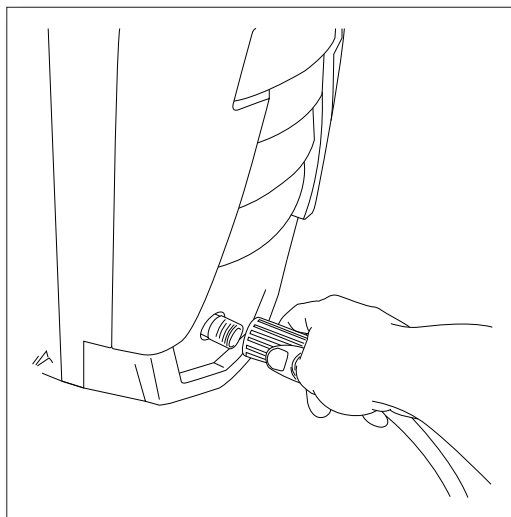

Fig. 4
- Vissez le tuyau à haute pression (dans le sens des aiguilles d'une montre) au bas, à l'arrière de l'unité. **(Fig. 4)** Reculez le collier et insérez l'anneau assez loin dans l'extrémité de la sortie d'eau pour que le collier puisse être enfilé sur le filetage de sortie et être serré. N'utilisez pas de pince pour serrer. Si vous ne pouvez pas tourner plus de six tours, cela signifie que vous n'avez pas bien serré le raccord du tuyau à haute pression. Il est plus facile de positionner la laveuse à pression devant vous pour vous assurer que le filetage débute correctement. Un tuyau à haute pression mal serré entraînera son glissement ou son retrait immédiat lors de la mise en marche de l'appareil. Ne vous inquiétez pas des dégâts si cela se produit, vous n'avez qu'à refaire l'installation et prendre les précautions supplémentaires pour visser le tuyau à haute pression à son raccord.